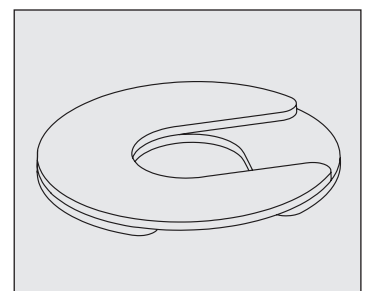

Fig. 10. Installez plusieurs cales avec des fentes décalées.
- Si plusieurs cales sont utilisées, veillez à ce que les rainures des cales soient décalées. Voir fig. 10.
- N'UTILISEZ PAS plus de quatre (4) cales sur une roulette.